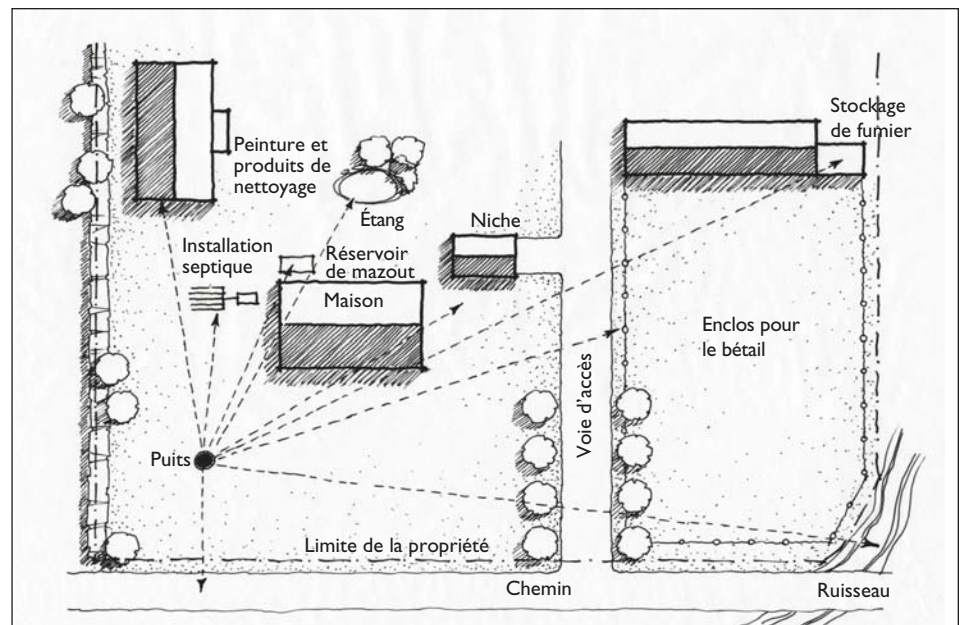

Figure 3 Distances séparatrices relatives au puits
- ❑ **Emplacement** – Un puits doit être situé à au moins 15 m (50 pi) de toute source de contamination si le tubage est étanche à l'eau jusqu'à une profondeur de 6 m (20 pi); dans le cas contraire, la distance séparatrice doit être d'au moins 30 m (100 pi). Les sources de contamination sont les suivantes : installations septiques, fosses à fumier, réservoirs de combustibles, champs agricoles (ruissellement d'engrais ou de fumier), voies de circulation (ruissellement des sels de voirie). Les puits doivent être situés à au moins 15 m (50 pi) d'un cours d'eau (voir la figure 3).